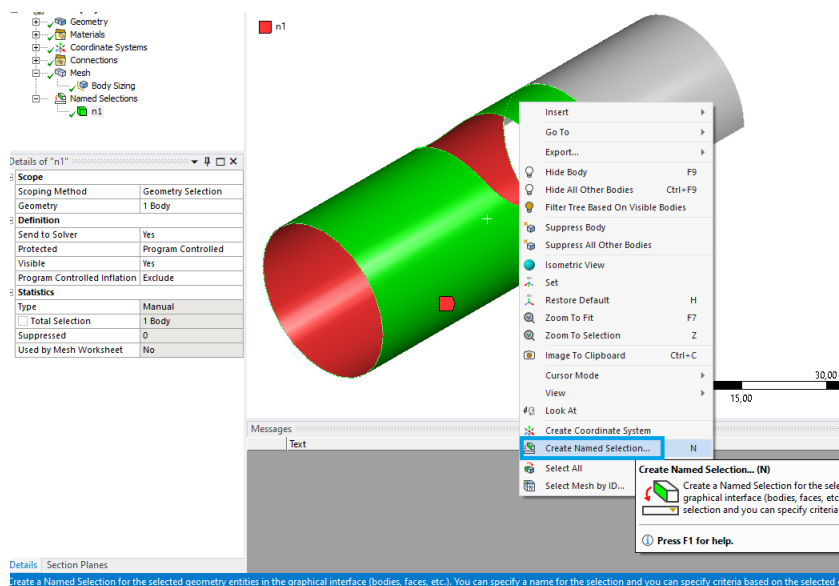

Рис. 22. Присвоение сегменту имени
15.6. Зададим имена для каждого сегмента. Нажимаем ПКМ на каждый из них и выбираем *Create Named Selection...*  (рис. 22).